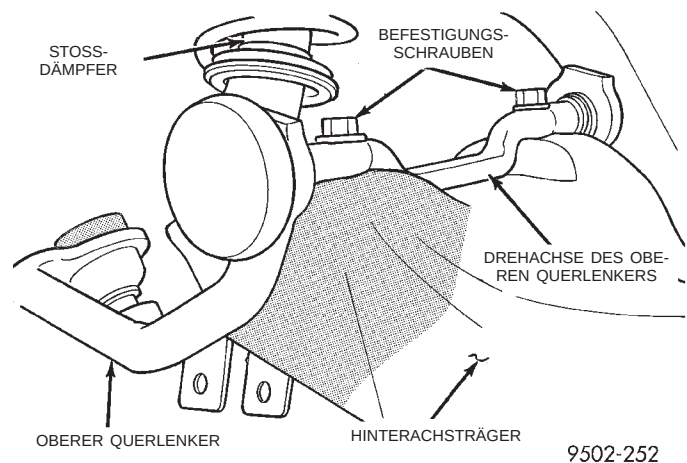

Abb. 28 Befestigung des oberen Querlenkers am Hinterachsträger
(11) Die beiden Schrauben des Querlenkers am Achsträger lösen (Abb. 28).
(1) Die Drehachse des oberen Querlenkers mit den Bohrungen im Hinterachsträger ausrichten. Die beiden Schrauben mit Unterlegscheiben in den Achsträger eindrehen (Abb. 28) und mit einem Anzugsmoment von 108 N·m (80 ft. lbs.) festziehen.